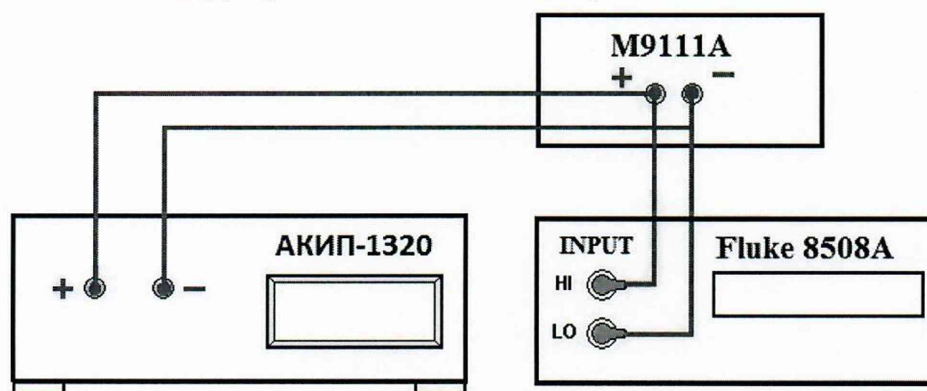

Рисунок 9 – Структурная схема соединения приборов для определения нестабильности напряжения на выходе при изменении тока в нагрузке от  $I_{\text{макс}}$  до 0
- разъемы поверяемого источника питания соединить при помощи измерительных проводов с соответствующими разъемами нагрузки электронной АКПП-1320 и мультиметра 8508А (см. рисунок 9);